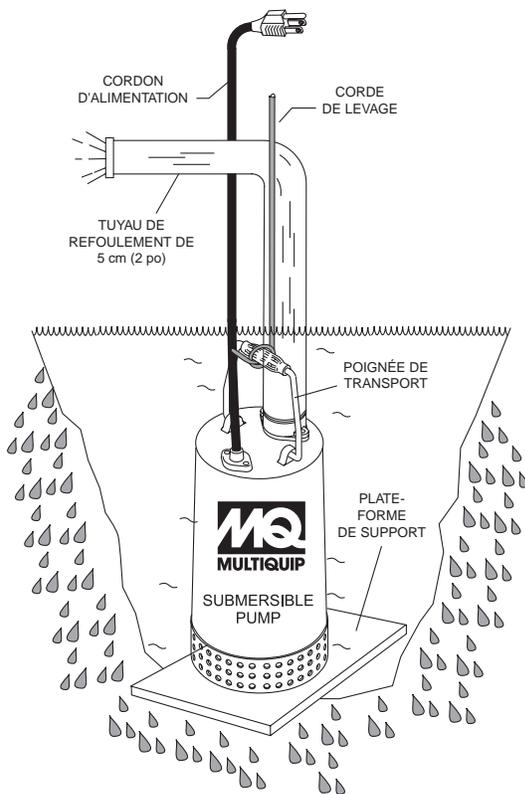

Figure 8. Pompe submersible en position verticale (Correct)
1. Raccorder un tuyau de 5 cm (2 pouces) à l'orifice de décharge sur la pompe comme l'indique la Figure 8. S'assurer que le tuyau est attaché correctement à l'orifice de décharge.
1. Attacher un câble de levage adéquate (corde) à la poignée de transport (Figure 8) sur la pompe et abaisser la pompe en place. Pour des applications comportant une quantité excessive de boue, de gravillons ou de vase, il est recommandé d'utiliser une plate-forme de support. Lors du pompage de l'eau d'applications de type piscine, dans lesquelles il n'y a que peu ou pas de débris, la plate-forme de support n'est pas nécessaire.